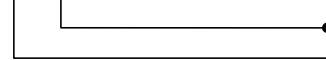

Fig. 7
**Nota:** Si no se conectan dispositivos de seguridad en cierre, puenteen los bornes CL y -TX FSW (fig. 7).
**Nota:** Si no se conectan dispositivos de seguridad en apertura, puenteen las entradas OP y -TX FSW (fig. 7).